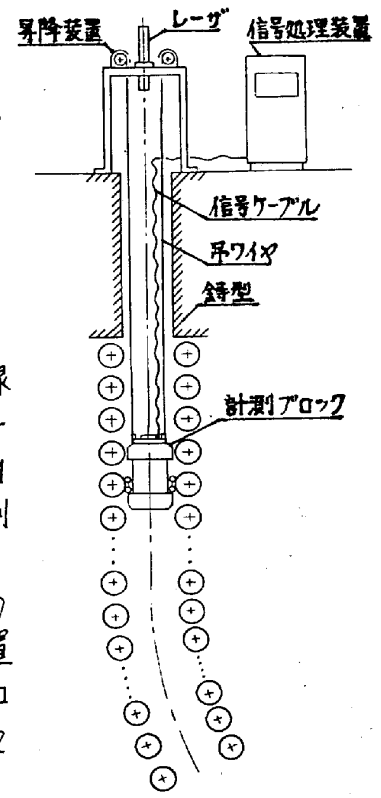
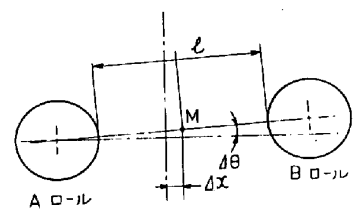
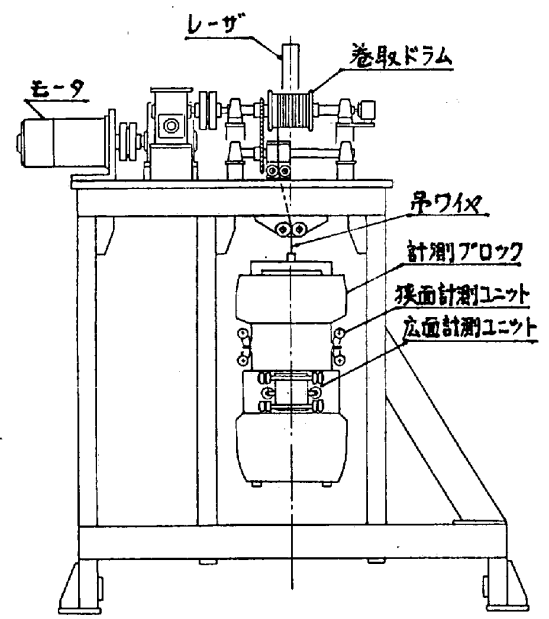

図1 ロールアライメント測定装置概要図
図2 測定パラメータ
図3 ロールアライメント測定装置
2. 測定方法 図1に示すように、鑄型上部よりレーザー光線で仮想基準線を作り、この基準線を利用して各ロール毎に図2に示すパラメータ(ロール間隔: l , 基準線と中心線とのなす角: $\Delta\theta$, 基準線とロール間中心Mとのずれ量: Δx)を測定する。これらの諸量からアライメント不整量を測定する。
3. 測定装置 ロールアライメント測定装置は図1および図3で示すように、(1)基準線用レーザー、(2)計測アロック、(3)計測アロック昇降装置から構成されている。計測アロックは広面ロール用計測ユニットと狭面ロール用計測ユニットから構成され、V字型アロックをロールに押しつけて常にロール対の中心線上で諸パラメータを測定できるようになっている。昇降装置は計測アロックを各ロール位置に±1mmの精度で位置決めできる機能を有している。